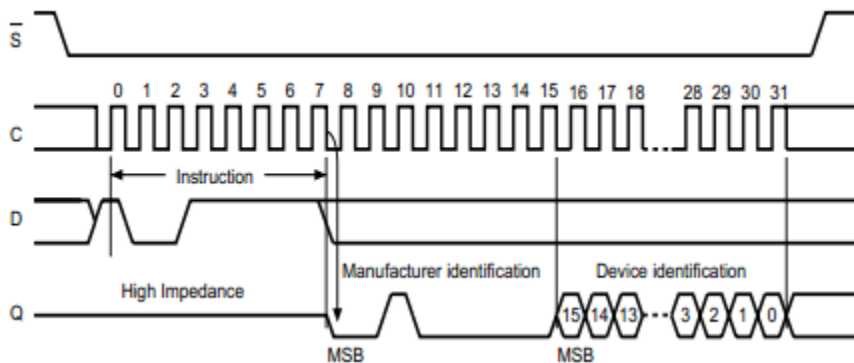

图 15-11 读 ID 时序
(8) 读芯片 ID，读 ID 时序如图 15-11 所示。